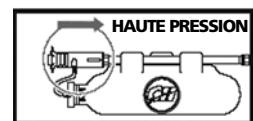

Figure 5
- Tirer l'embout noir vers soi pour faire en sorte que la lance soit en mode haute pression (Figure 5).